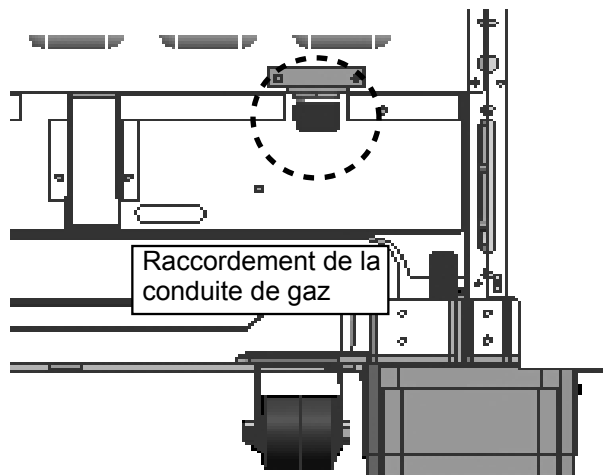

Figure 14: Raccordement du connecteur de la conduite de gaz
- Utilisez un tuyau à gaz souple de $\frac{3}{4}$ po (19 mm) entre l'approvisionnement en gaz et le tuyau d'arrivée de l'appareil, lequel est situé à l'arrière de l'appareil, en bas à droite. Le filetage externe du tuyau d'arrivée de gaz de l'appareil est de type NPT $\frac{3}{4}$ po (19 mm) et le filetage interne est de type NPT $\frac{1}{2}$ po (13 mm) (voir Figure 14).